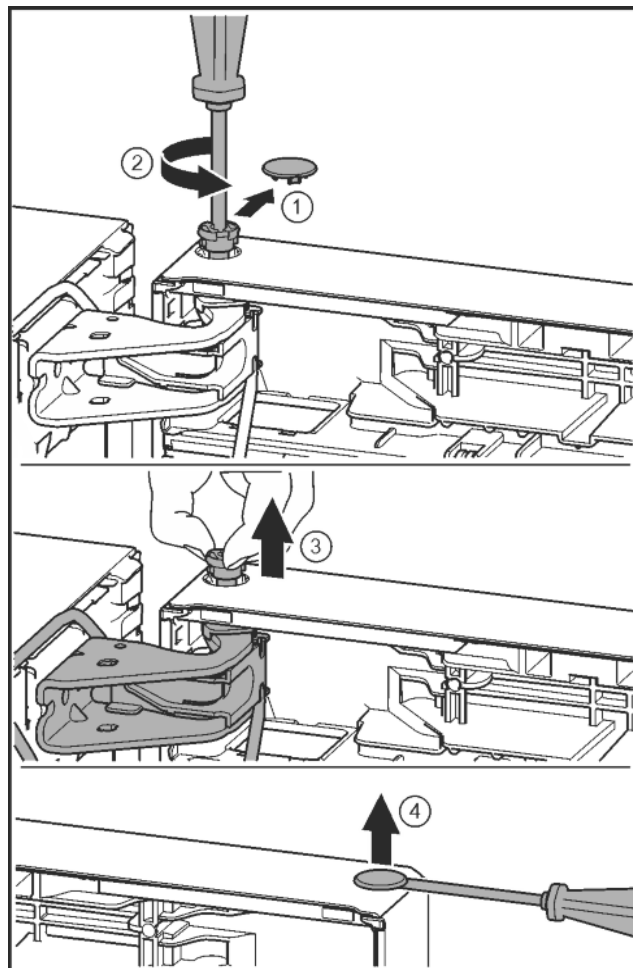

Fig. 26
- ▶ Обережно зніміть запобіжну кришку. Fig. 26 (1)
- ▶ Трохи викрутіть гвинт за допомогою викрутки T15. Fig. 26 (2)
- ▶ Притримуйте дверцята і витягніть палець руками. Fig. 26 (3)
- ▶ За допомогою шліцевої викрутки обережно підійміть пробку із опорного втулка дверцят та витягніть її. Fig. 26 (4)